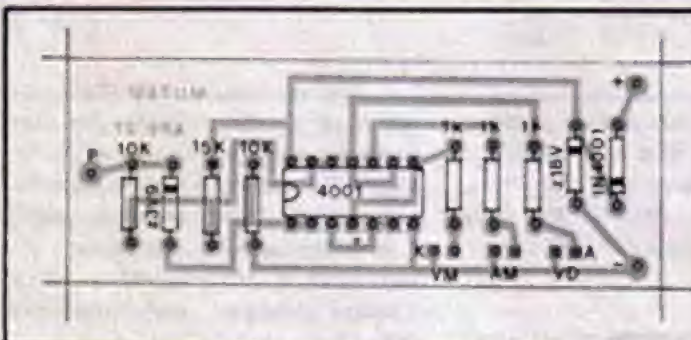

Fig. 3
- **FIG. 3** - "Chapeado" da montagem (placa agora vista pelo lado **não cobreado**, com todos os principais componentes colocados). Atenção às posições do Integrado (extremidade com a marquinha voltada para a posição do resistor